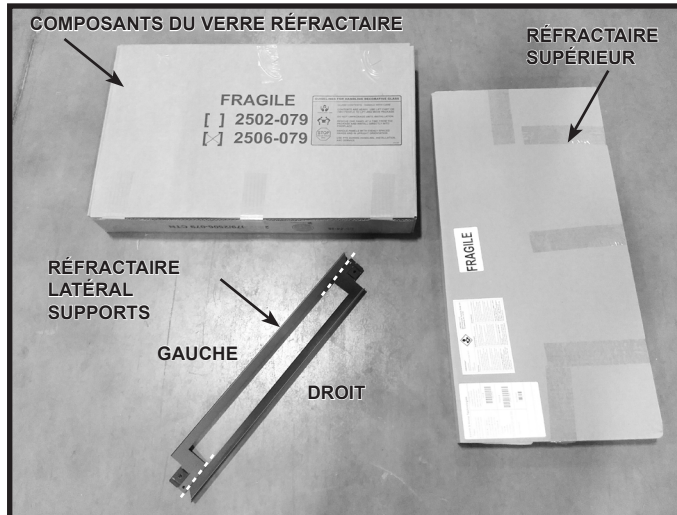

Figure 1. Composants du réfractaire Black Glass
1. Localisez les composants noirs du verre réfractaire qui sont livrés à l'intérieur de l'appareil. Les composants du réfractaire supérieur et du verre réfractaire sont livrés comme indiqué à la figure 1. Le support réfractaire est livré emballé dans de la micromousse.
2. Pliez le support réfractaire le long des lignes de rupture indiquées par les lignes blanches en pointillés à la figure 1 pour le séparer en deux parties. Les supports gauche et droit sont indiqués à la figure 1.